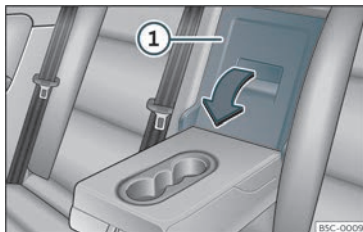

Fig. 115 No encosto do banco traseiro: abertura da portinhola.
- Puxe a alavanca de desbloqueio no sentido da seta e rebata completamente a tampa >>> **Fig. 115** ① para a frente.